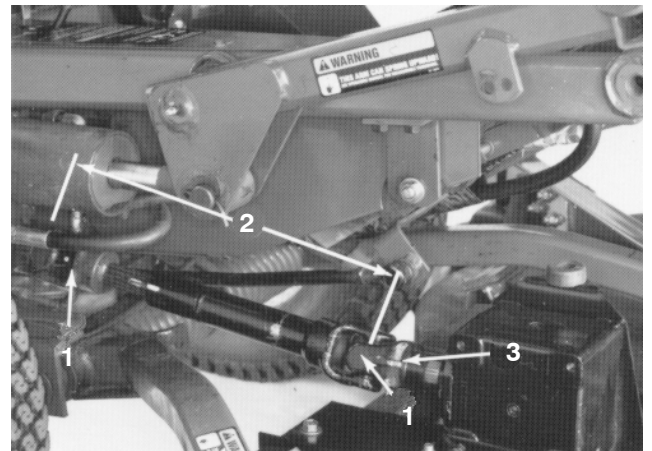

Fig. 18
3. Skjut ut rulltappen som håller fast drivaxeloket på växellådans ingående axel (fig. 18). Lossa huvudskruvarna och låsmutterarna, och skjut av oket av den ingående axeln. Om traktorenheten ska användas utan klippenheten kör du ut rulltappen ur oket vid traktorenhetens kraftuttagsaxel och tar bort hela drivaxeln från traktorenheten.